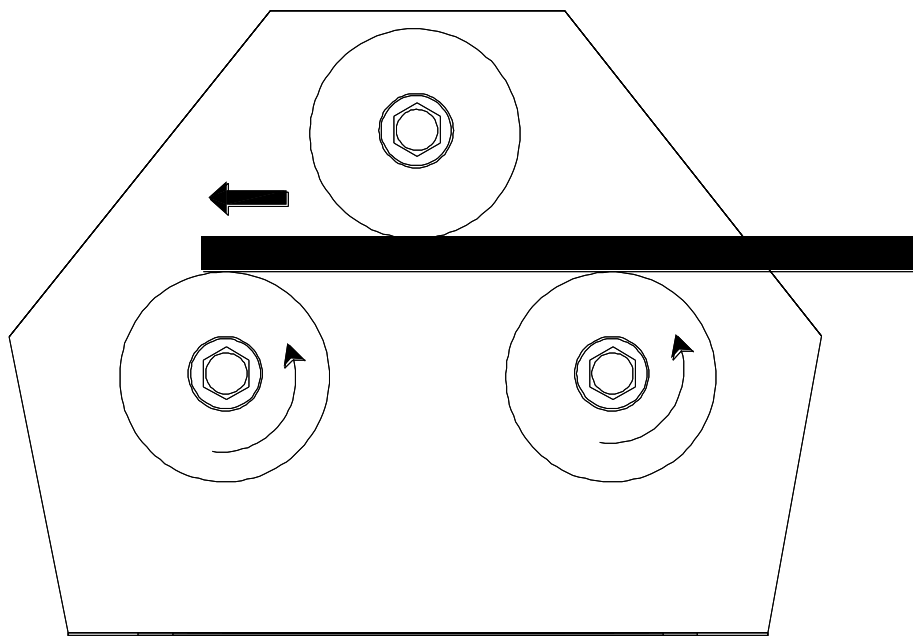

Abb. 9 - 1
1. Machen Sie die Maschine durch drücken des grünen START - Knopfes betriebsbereit. Legen Sie das Material zwischen die Walzen und bringen es durch drücken des entsprechenden Pedals in die in Abb. 9 - 1 dargestellte Position.
2. Drücken Sie die  HYDRAULIK ZYLINDER Taste solange, bis die Zustellwalze die, für den erforderlichen Radius, ermittelte Position erreicht hat (Abb. 9 - 2).